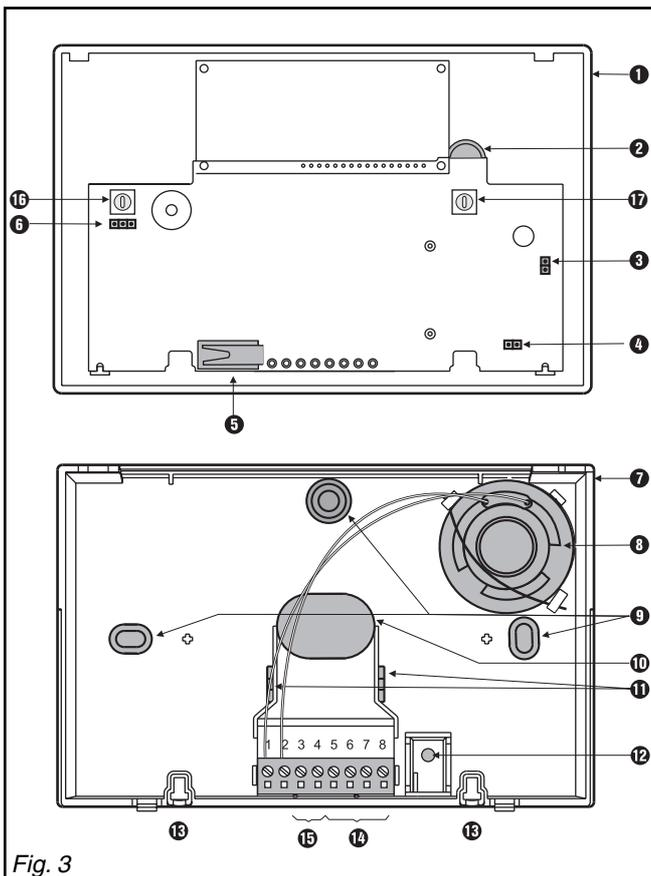

Fig. 3
- 1 - Pousser les 2 ergots (A) vers l'intérieur et soulever le couvercle (B).
3.3 Composants du produit (fig. 3)
- ❶ Embase du boîtier.
- ❷ Carte SMK 51.
- ❸ Cavalier associé à la sensibilité du microphone.
- ❹ Cavalier associé au volume sonore du haut-parleur.
- ❺ Autoprotection.
- ❻ Cavalier de réglage du volume sonore du buzzer.
- ❼ Capot du clavier.
- ❽ Haut-parleur.
- ❾ Trous de fixation.
- ❿ Entrée de câble.
3.4 Montage du boîtier et de l'autosurveillance à l'arrachement (Fig. 3)
- 1 - Marquer les perçages pour les 3 trous de fixation ❾ (fig. 3) et pour la vis d'autosurveillance à l'arrachement ⓬ (fig.3)
- 3 - Positionner dans les gorges ⓭ (fig. 3) les écrous de fixation du couvercle sur l'embase.
- 4 - Faire passer le câble par une entrée de câble ❿
- 5 - Fixer l'embase au moyen de 3 vis en ❾.
- 6 - Mettre en place la vis d'autosurveillance en ⓬ (fig. 3).
3 - Visser, sur les écrous (E) (fig. 3), les vis de fixation du couvercle sur l'embase en (C).
La sensibilité du microphone est maximale si le cavalier (4) (fig. 3) est fermé, et minimale en position ouverte.
Le volume sonore du haut-parleur est maximal si le cavalier (4) (fig. 3) est fermé, et minimal en position ouverte.
Déclaration du niveau de sécurité (fig. 3) :